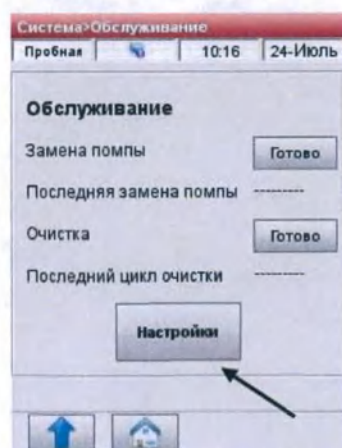

Рис.3-98 Настройки Обслуживания
3. В меню <Обслуживание> (Рис.3-98), нажмите <Настройки>.